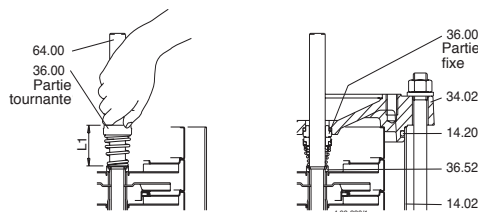

Fig. 5 Montage de l'étanchéité mécanique
Pour le démontage et le remontage observer la construction sur le dessin en coupe (chap. 14.) et les figures 5, 6.
5. Enlever les vis (61.07) et **extraire la lanterne** (32.00) avec le roulement à billes (66.00) et l'accouplement (64.22) du couvercle supérieur (34.02) et de l'arbre (64.00) (fig. 5 b).
7. **Extraire le couvercle supérieur** (34.02) de l'arbre (64.00) et de la chemise externe (14.02) - ou avec la chemise externe du corps de pompe (14.00) - utiliser une cale de bois en faisant levier sur tout le pourtour (fig. 5 c).
Pousser la partie tournante sur l'arbre (64.00) jusqu'à la bague d'appui (36.52) sans comprimer le ressort. Contrôler la longueur avant et après le glissement et soulever la bague tournante jusqu'à la longueur initiale (L1 dans la fig. 5).